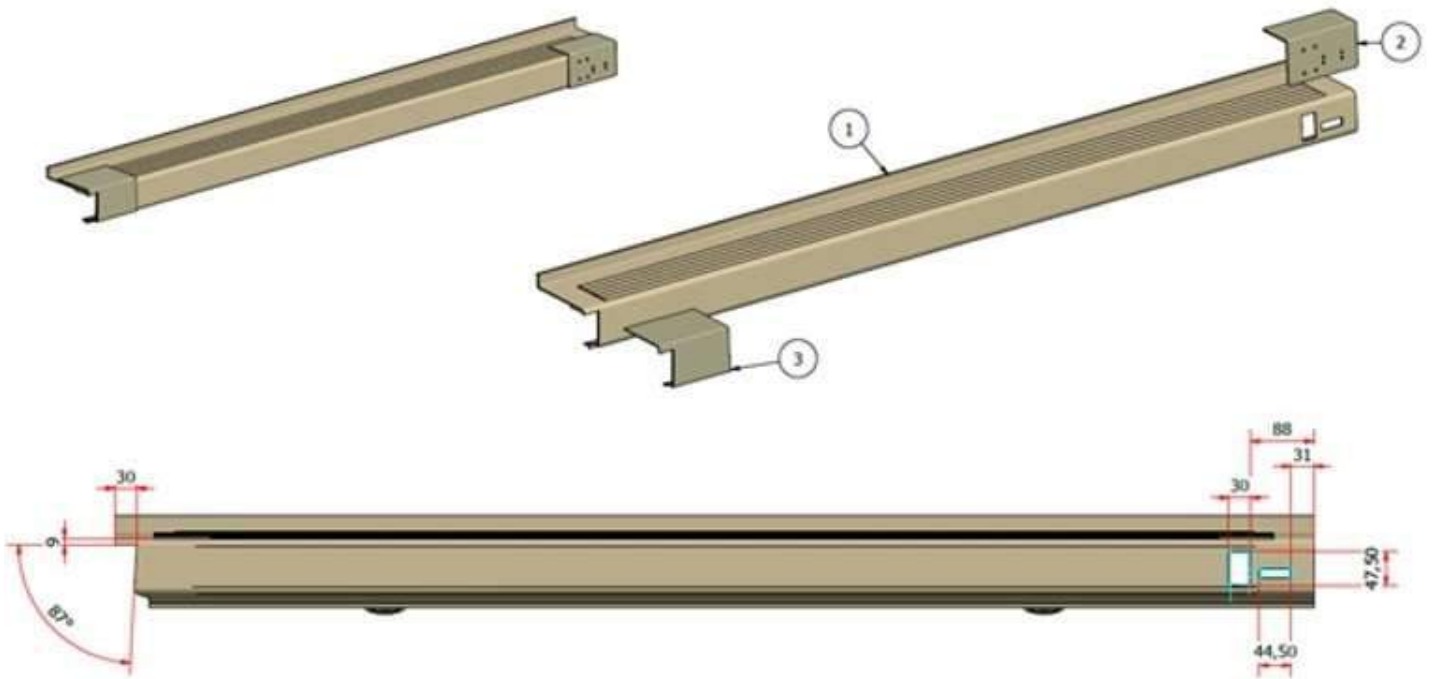

Fig. 5
Stap 5 – Optioneel: Plaatsing trekhaak (Fig. 5)
Schritt 5 – Optional: Anhängerkupplung montieren (Abb. 5)
Étape 5 – Optionnel : Montage de l'attelage (Fig. 5)